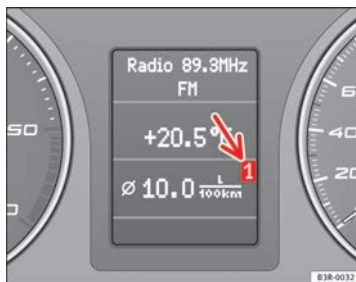

Abb. 59 Bordcomputer: Speicherebene 1
Welche Speicherebene gerade im Display angezeigt wird, können Sie anhand der dargestellten Nummer  $\Rightarrow$  Abb. 59 erkennen. Die Daten des Einzelfahrt-Speichers (Bordcomputer 1) werden angezeigt, wenn im Display eine 1 erscheint. Erscheint eine 2, werden die Daten des Gesamtfahrt-Speichers (Bordcomputer 2) angezeigt.
- Die Reset-Taste **B** so lange antippen, bis der Bordcomputer (Speicherebene 1 oder 2) im Display ⇒ Abb. 59 erscheint.